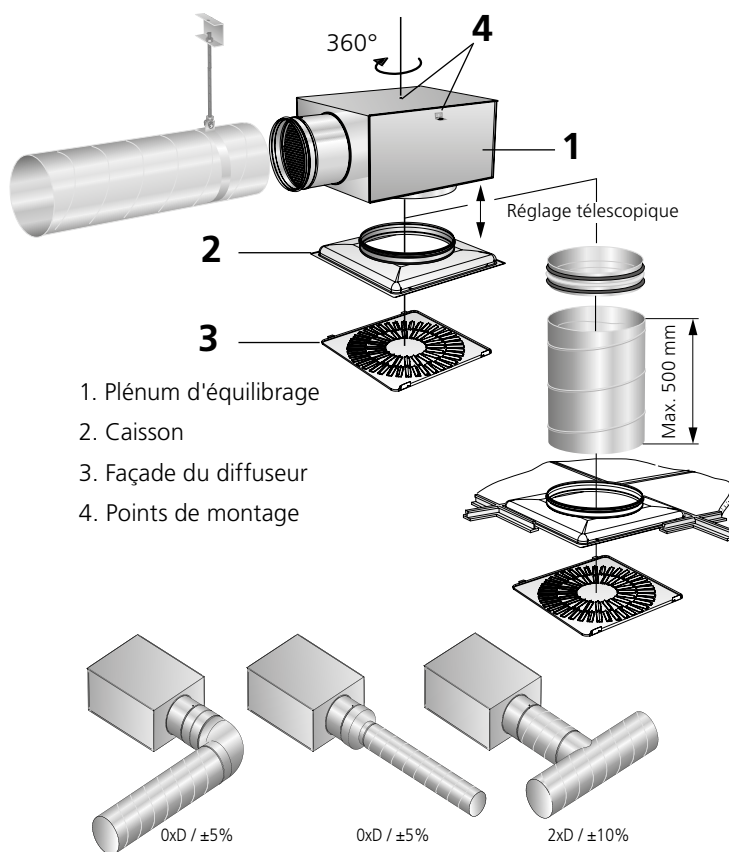

Figure 3. Alternatives d'installation
- La distance entre plénium d'équilibrage et le diffuseur peut être augmentée de 500 mm avec un conduit spiralé sans devoir prolonger le tube de prise de mesure et les cordons de réglage du registre (voir Figure 3).
- Précision de mesure et critères applicables aux sections de conduit droites en amont du plénium d'équilibrage, voir Figure 3. Les critères applicables aux sections de conduit dépendent du type de perturbation en amont du boîtier de connexion. La Figure 3 montre un coude, un changement de dimensions et un raccord en T. Les autres types de perturbations exigent au minimum 2xD section droite (D = diamètre de raccordement) pour une précision de mesure de $\pm 10\%$ du débit.